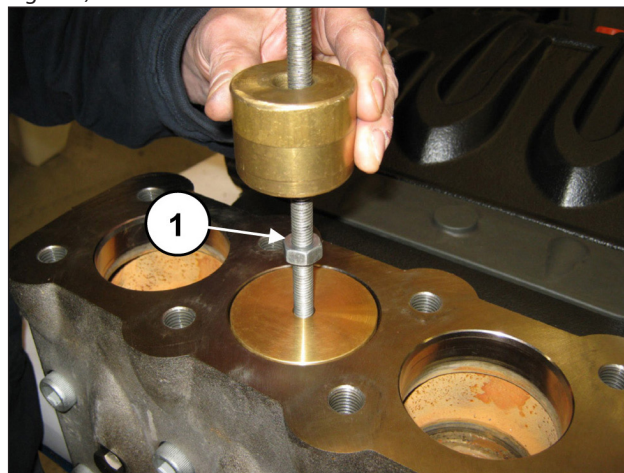

Fig. 102
Extraer el tapón de la válvula introduciendo un extractor de percusión en el orificio M10 del tapón de la válvula (pos. ①, Fig. 102).